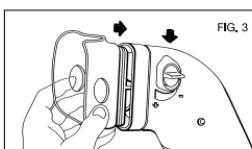

FIG. 3
3. Rimettete la maschera respiratoria (fig. 3), accertatevi che la manopola di regolazione sia sulla posizione desiderata; (-) per curare le basse vie respiratorie, (+) per curare le alte vie respiratorie.